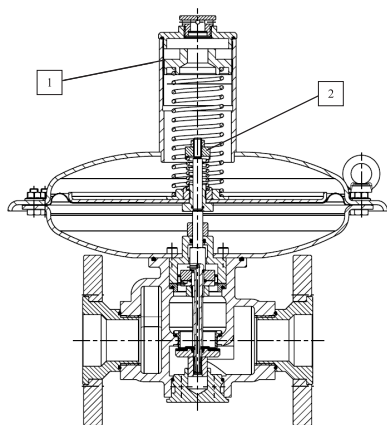

Рисунок 5. Настройка выходного давления и ПСК
9.2.2.2 Настройка выходного давления производится вращением гайки (1) (см. рис. 5). При вращении по часовой стрелке выходное давление увеличивается, а против – уменьшается.
9.2.4 Настройка давления срабатывания предохранительного сбросного клапана производится вращением гайки (2) (см. рис. 5). При вращении по часовой стрелке давление срабатывания увеличивается, а против – уменьшается.